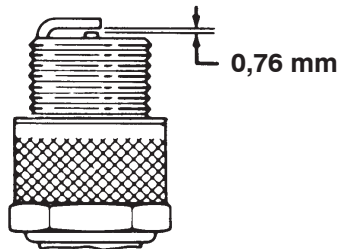

Bild 47
4. Stellen Sie den Elektrodenabstand zwischen der zentralen und der Seitenelektrode auf 0,76 mm ein (Bild 47). Schrauben Sie eine Zündkerze mit dem korrekten Elektrodenabstand und einer Dichtscheibe in den Zylinderkopf ein und ziehen Sie sie auf 23 Nm fest. Wenn Sie keinen Drehmomentschlüssel benutzen, ziehen Sie die Kerze fest an.